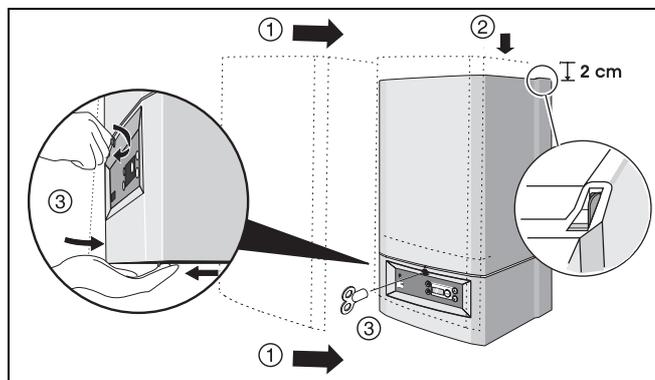

Fig. 30 Mettre l'habillage en place
- Mettre l'habillage en place et tourner la vis de sécurité en position "fermé" à l'aide de la clé de radiateur (fig. 30).
- Coller la deuxième plaque signalétique sur la partie avant ou sur le côté de l'habillage (fig. 30).
- Mettre l'habillage en place et tourner la vis de sécurité à l'aide de la clé de radiateur en position "fermé" (fig. 30).